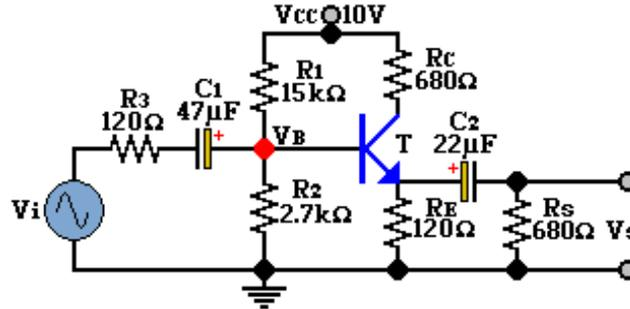
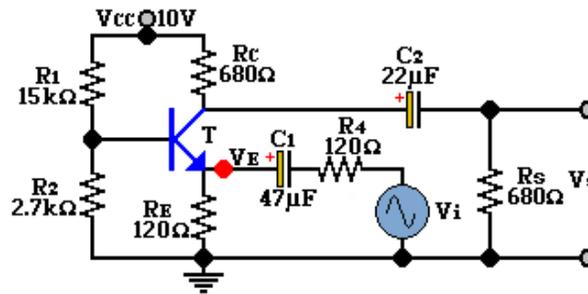

Figura 9.1.
Figura 9.2.
Como se podrá observar en la figura 9.1 circuito colector común y la figura 9.2 circuito base común. No existe el capacitor de desvío, esto, aunado al hecho de que en ambos circuitos tienen características de CD similares al circuito emisor común visto con anterioridad. Existiendo cambios en ambos circuitos al aplicar el análisis de CA, así como en su modelo híbrido π .
1. Arme el circuito de la figura 9.1. Con V_i apagado, mida y anote los valores que se piden en la tabla 9.1.
5. Arme el circuito de la figura 9.2. Con V_i apagado, mida y anote los valores que se piden en la tabla 9.2.